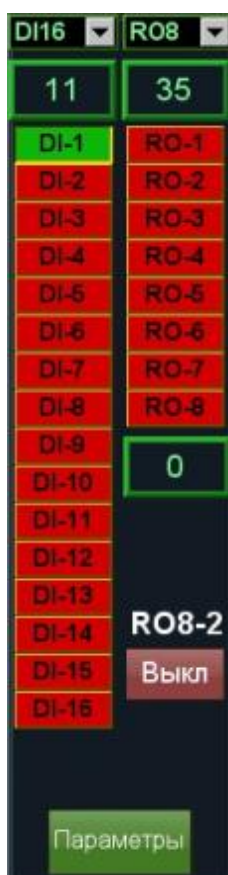

Рисунок 54 – Окно состояний RO(DO) и DI
Данная область предназначена для непосредственной настройки модулей расширения дискретных входов/выходов DI,RO(DO) и отображения состояний каналов модулей ввода/вывода (рисунок 54). Зелёный индикатор соответствует логической “1”, красный индикатор логическому “0”. При нажатии на область значений каналов модуля RO(DO), происходит отключение всех каналов данного модуля.